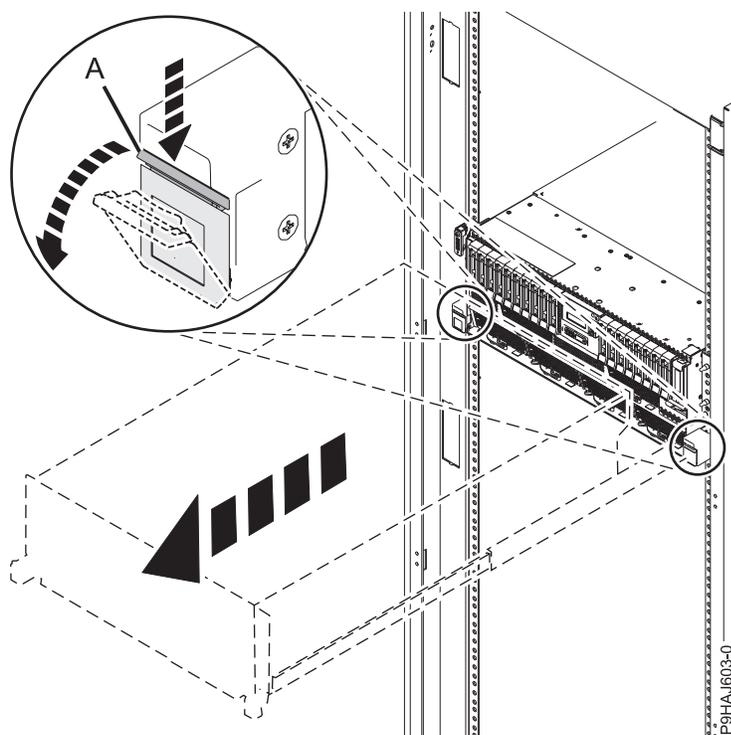

Figura 67. Liberando as Travas Laterais
2. Para um sistema montado em rack, abra as travas laterais (**A**) e puxe as travas para deslizar a unidade de sistema totalmente para a posição de serviço, até que as corrediças cliquem e retenham a unidade de sistema de forma segura. Assegure-se de que os parafusos dentro das travas não estejam fixados no rack. Consulte o Figura 67 na página 89.